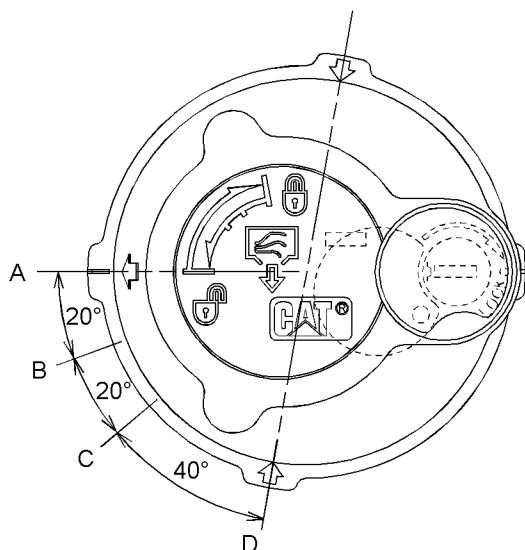

Fig. 436
- (A) Stillingen LÅS
- (B) Stillingen TRYKUDLIGNING - START
- (C) Stillingen TRYKUDLIGNING - SLUT
- (D) Stillingen ÅBEN
6. Aflast det tryk, der kan findes i returhydraulikkredsløbet, ved hjælp af følgende procedure. Se fig. 436 for at få vist påfyldningsdækslets positioner.
- a. Drej påfyldningsdækslet mod uret, uden at påføre nedadgående tryk, og flyt pilen fra position (A) til position (B).
- b. Aflast trykket i mindst 45 sekunder ved at flytte pilen fra position (B) til position (C).
- c. Tryk ned på midten af påfyldningsdækslet. Uden at vippe påfyldningsdækslet flyttes pilen fra position (C) til position (D).
- e. Spænd påfyldningsdækslet fast på hydrauliktanken til position (A).